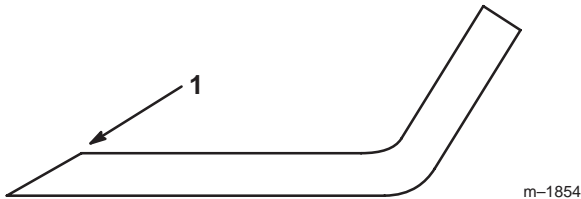

Figure 37
1. Au moyen d'une lime, aiguissez les tranchants aux deux extrémités de la lame (Fig. 37) en veillant à conserver l'angle d'origine. Limez la même quantité de métal sur chacun des deux tranchants pour ne pas déséquilibrer la lame.